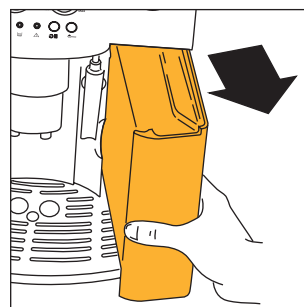

Fig. 1
- Retire o reservatório de água (fig. 1), enxagúe-o e encha-o com água fresca sem ultrapassar a linha MAX. Quando retirar o reservatório, o emulsificador de cappuccinos deve estar sempre virado para o centro da máquina. Caso contrário, não conseguirá removê-lo.